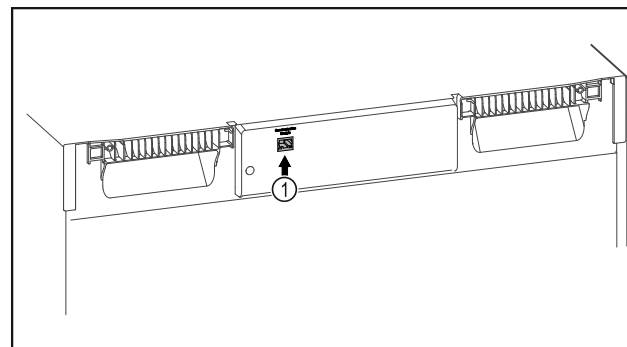

Fig. 109
- ❑ SmartModule Fig. 109 (1) inserito.